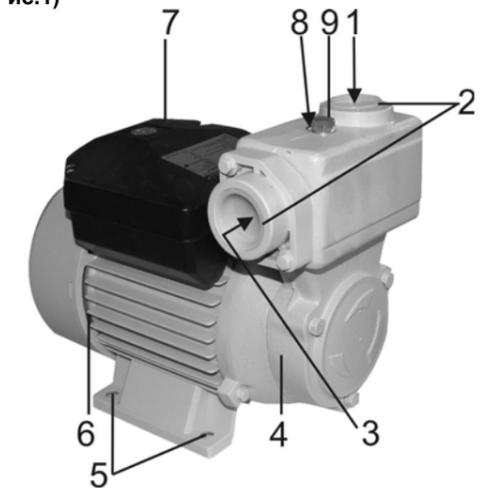

Рис.1
6. УСТРОЙСТВО НАСОСА (Рис.1)
- Извлечь заглушки 2 (Рис.1)
- В отверстия нагнетательного и всасывающего патрубка 1 и 3 (Рис.1), соответственно, установить штуцера или другие соединительные элементы трубопроводной системы (не комплектуются), обеспечив герметичность соединения.
- 8.2. Через заливное отверстие 8 (Рис.1) заполнить насос водой. Для этого необходимо открутить болт 9 (Рис.1).
- 8.3. После заполнения насоса водой, герметично закрутить болт 9 (Рис.1).
- 8.11. Исключить попадание воды на двигатель 6 и на клеммную коробку 7 (Рис.1).